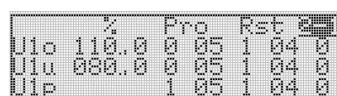

图 9 模块保护值界面 Module protection value interface
模块实时值界面按下◀键，进入到保护参数界面，如图 9 所示：Press the key on the module real-time value interface to enter the protection parameter interface, as shown in Figure 9.
如图 9 所示，界面中各参数定义如下：As shown in Figure 9, the parameters in the interface are defined as follows
- **Pro (动作参数)** : Pro 下的两列, 第一列表示的为保护开关打开与否, 0 代表关闭, 1 代表打开; 第二列表示的为动作时间, 如图 9 中, 动作时间均为 5 秒;
- Two columns under Pro, the first column indicates whether the protection switch is on or off, 0 means off, 1 means on; the second column shows the action time, as shown in Figure 9, the action time is 5 seconds;
- **Rst (自恢复参数)** : Rst 下的两列, 第一列表示的为自动恢复开关打开与否, 0 代表关闭, 1 代表打开; 第二列表示的为自动恢复时间, 如图 9 中, 自动恢复时间均为 4 秒。
- The two columns under Rst, the first column indicates whether the auto-recovery switch is on or not, 0 means off, 1 means on; the second column shows the auto-recovery time, as shown in Figure 9, the auto-recovery time is 4 seconds.